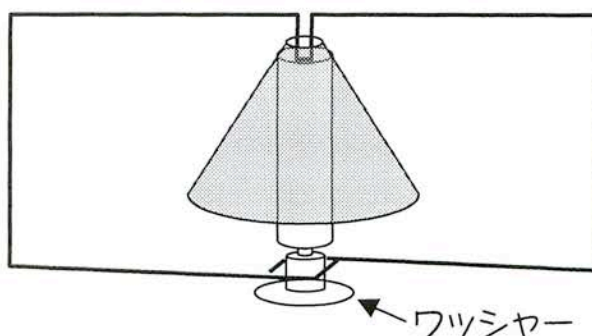

図9 銅線に磁石と電池に置いて組み立てます。
4) 図9のように机の上においたワッシャーにネオジム磁石をくつつ
におきます (図9)。その時、地球儀がずれたら直してください。また、